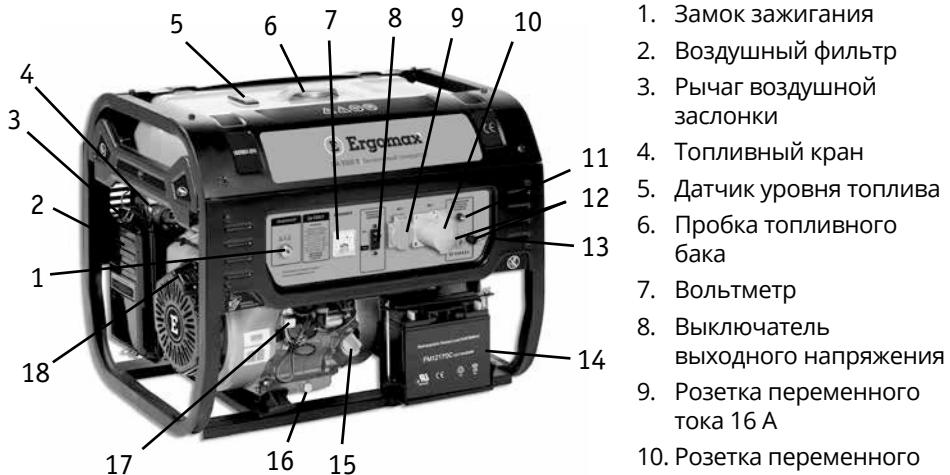

Рис. 1.1
Внешний вид генераторов и расположение элементов управления представлено на **рис. 1.1 и 1.2**.
1. Открутите крышку маслозаправочной горловины (15) (**рис. 1.1**) и вытрите щуп крышки чистой тряпкой (**рис. 2.1**).
Проверьте уровень топлива по шкале уровня топлива (5) (**рис. 1.1**), если уровень топлива низкий, то:
1. Открутите крышку топливного бака (6) (**рис. 1.1**).
ВНИМАНИЕ! Перед пуском двигателя убедитесь, что ни один электроприбор не подключен к генератору, а выключатель выходного напряжения (8) находится в положении «ВЫКЛ» (**рис. 1.1**).
- Потяните на себя рукоятку стартера (18) (**рис. 1.1**), пока не почувствуете натяжение шнура стартера, затем резко дерните рукоятку на себя. Аккуратно верните на прежнюю позицию рукоятку стартера. Повторите несколько раз, пока двигатель не заведется.
- В розетку переменного тока на 16 А (9) (**рис. 1.1**) подключаются потребители, рассчитанные на силу тока до 16 А, в розетку на 32 А (10) (**рис. 1.1**) – потребители рассчитанные на силу тока от 16 до 32 А (эти данные указаны в описании потребителя).